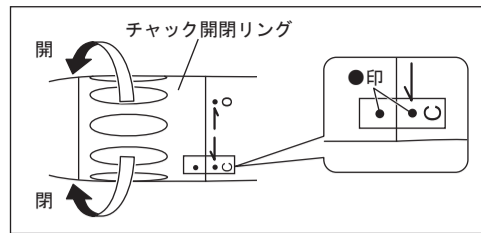

図2
- ・バーを固定した後、チャック開閉リングの●印があることを確認してください(図2)。●印がずれた位置で回転させるとハンドピースが発熱し、火傷をすることがあります。